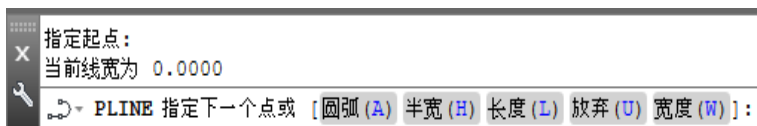

图 4.1.3 命令行提示 (一)
Step3. 指定多段线的第二点。系统命令行提示图 4.1.3 所示的信息，将鼠标光标移至第二位置点 B 处并单击。
注意：图 4.1.3 中的第一行说明当前绘制的多段线的宽度为 0.0000，该值为上次执行 PLINE 命令后设定的宽度值。